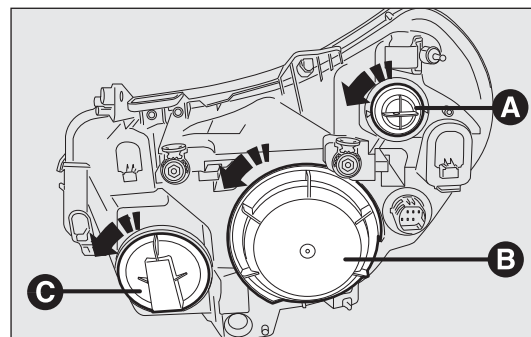

fig. 186
Per sostituire la lampada delle luci abbaglianti occorre rimuovere il tappo A-fig. 186.
Per sostituire la lampada delle luci anabbaglianti/posizione occorre rimuovere il tappo B-fig. 186.
Per sostituire la lampada degli indicatori di direzione occorre rimuovere il portalampada C-fig. 186.
- rimuovere il coperchio di protezione B-fig. 186 ruotando in senso antiorario;
- rimontare il coperchio di protezione B-fig. 186 ruotando in senso orario assicurandosi del corretto bloccaggio.
- rimuovere il coperchio di protezione A-fig. 186 ruotandolo in senso antiorario;
- rimontare il coperchio di protezione A-fig. 186 ruotandolo in senso orario assicurandosi del corretto bloccaggio.
- rimuovere il coperchio di protezione B-fig. 186 ruotandolo in senso antiorario;